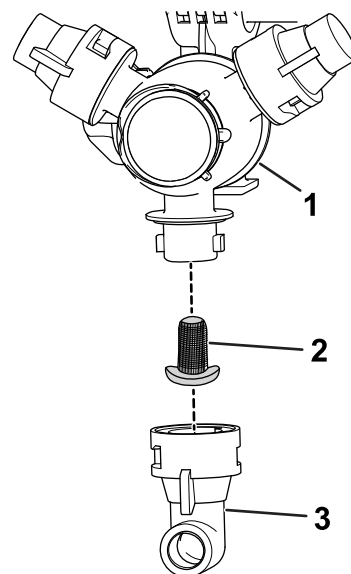

Figure 57
2. Retirez la buse de la tourelle de pulvérisation (Figure 57).
3. Déposez le filtre de buse (Figure 57).
5. Remettez le filtre de buse (Figure 57).
6. Installez la buse sur la tourelle de pulvérisation (Figure 57).